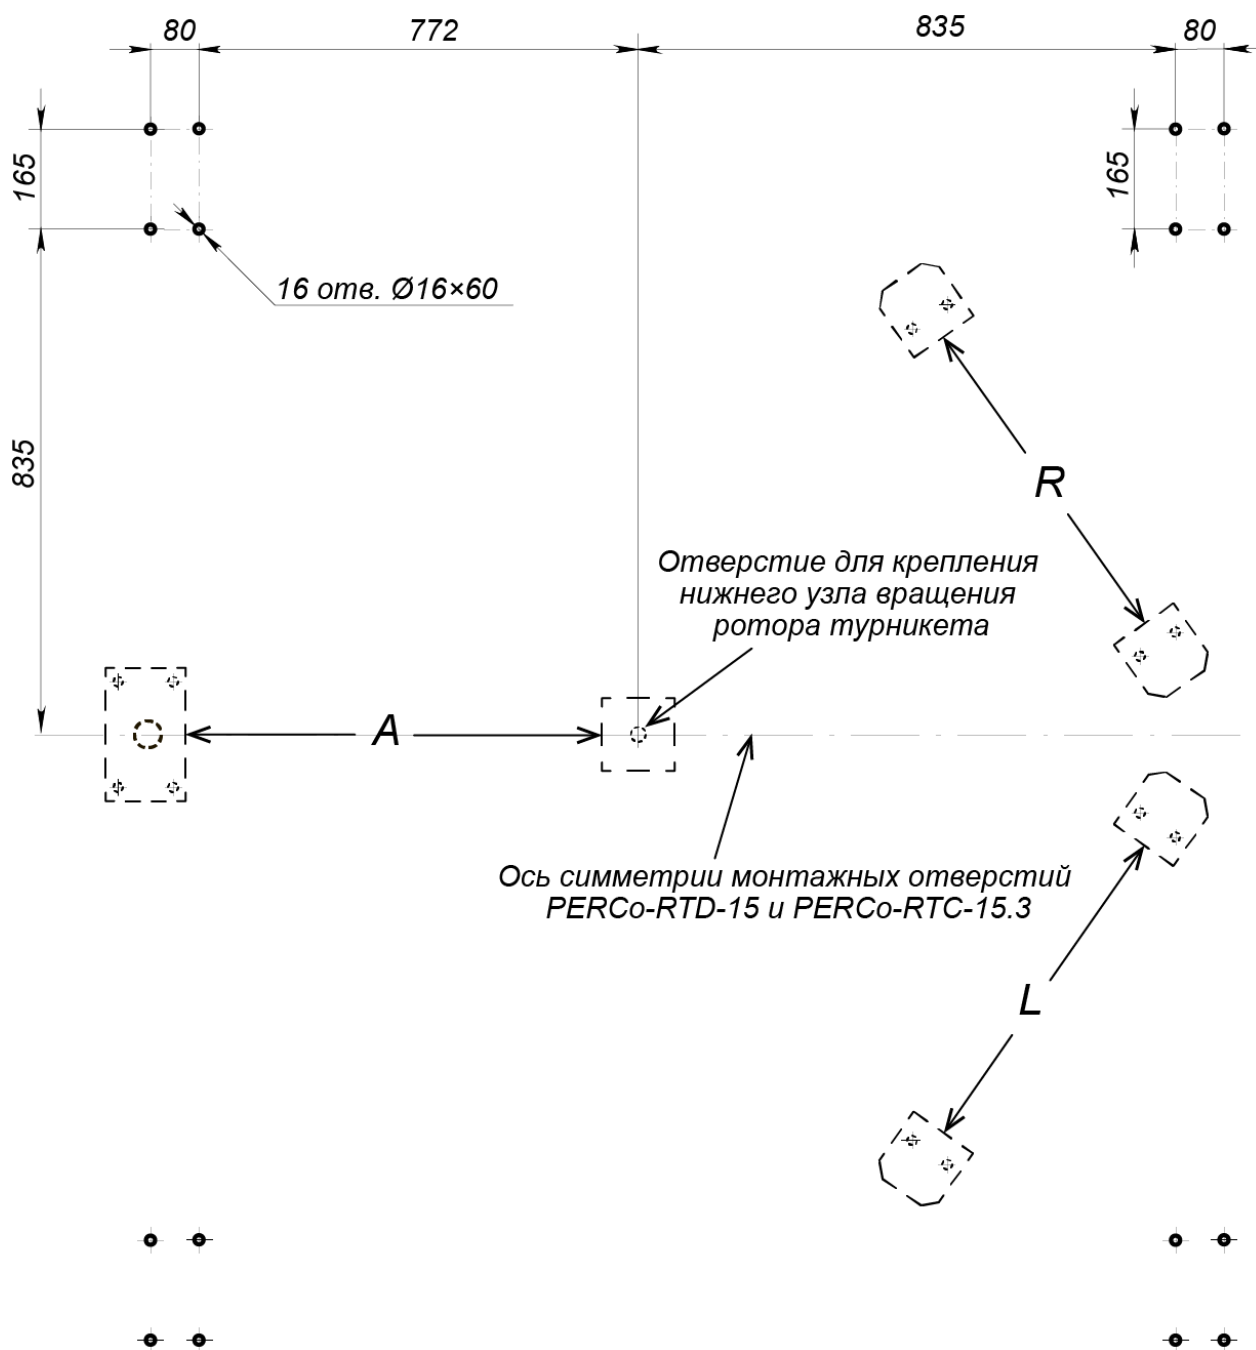

Рисунок 4. Схема разметки отверстий для крепления стоек (3) крыши относительно отверстий для крепления турникета¹
2. Выполните на установочной поверхности разметку отверстий для монтажа стоек (3) в соответствии с рис. 4. Разметку отверстий для монтажа крыши рекомендуется выполнять одновременно с разметкой отверстий для монтажа турникета. Оси симметрии монтажных отверстий турникета и крыши совпадают (см. рис. 4).